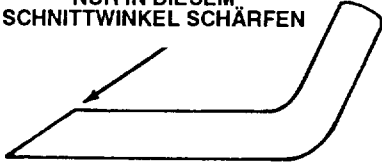

Abbildung 23
6. **SCHÄRFEN DES MESSERS** – Mit einer Feile die Oberkante des Messers (die zum Mahergehäuse zeigt) schärfen und dabei den ursprünglichen Schnittwinkel beibehalten (Abb. 23). Das Messer bleibt ausgewuchtet, wenn von beiden Schnittkanten gleichviel Material abgetragen wird.